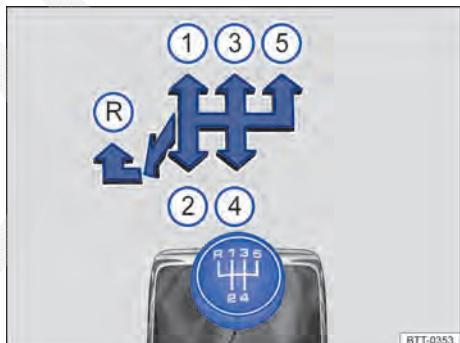

Fig. 123 Esquema de troca da transmissão manual de 5 marchas.
As posições de cada marcha estão representadas na alavanca da transmissão → Fig. 123.
- Empurrar a alavanca da transmissão totalmente para a esquerda e depois para frente até a posição da marcha a ré → **Fig. 123 (R)**.